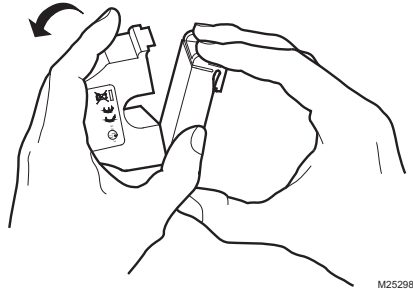
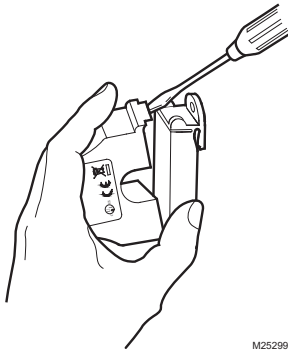

Fig. 3. Ouverture du capteur à la main.
Fig. 4. Ouverture avec un tournevis.
Appuyer sur les deux (2) languettes latérales et faire pivoter le couvercle pour ouvrir le capteur de courant ouvrant, tel qu'illustré sur la Fig. 3. Pour ouvrir l'unité, il est également possible de relever le loquet avec un tournevis plat, tel qu'illustré sur la Fig. 4. Appuyer fermement sur le couvercle pour fermer le capteur de courant. Un clic sonore retentira lorsque la languette glisse sur le tenon sur la base.